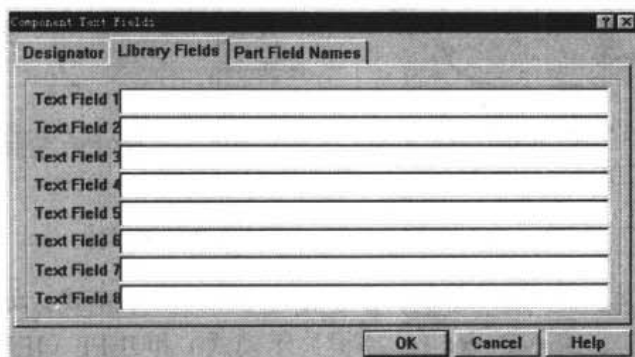

图 5-9 元件的 Library Fields 选项卡
**Library Fields 选项卡:** 如图 5-9 所示, 本选项卡的作用是编辑用户定义的元件文字属性。